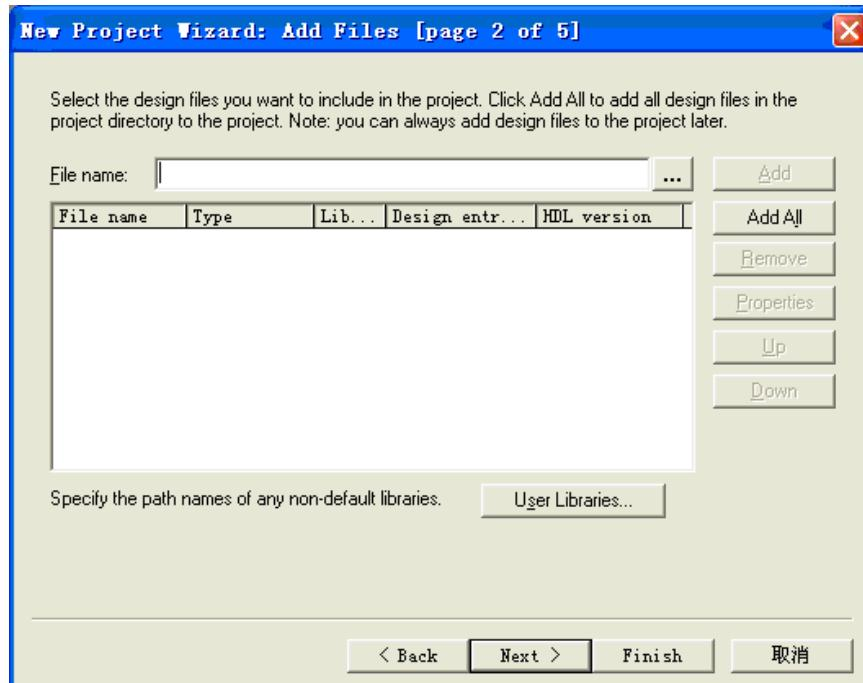

图 2-5 添加设计文件
4. 添加设计文件。界面如图 2-5 所示。如果用户之前已经有设计文件(比如.v 文件)。那么再次添加相应文件,如果没有完成的设计文件,点击 Next 之后添加并且编辑设计文件。